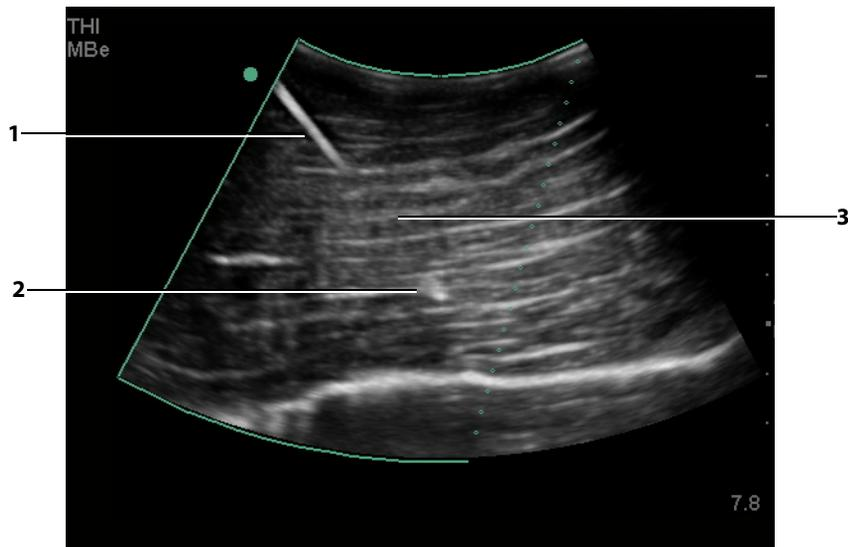

Figura 3: Con un transductor de array curvo, es posible que solo se muestren segmentos del eje de la aguja:
- Tenga en cuenta que la divergencia del haz de un transductor de array curvo puede impedir que un segmento del eje de la aguja se muestre en la imagen. (Consulte Figura 3.) Es posible que no se muestre la punta de la aguja.
En el caso de los transductores de array curvo, MBe puede ayudar a identificar la dirección de la aguja, aunque es posible que solo aparezcan en la imagen segmentos del eje de la aguja. (Consulte Figura 3.) Mediante movimiento e inyección de líquidos, verifique la ubicación de punta de aguja.